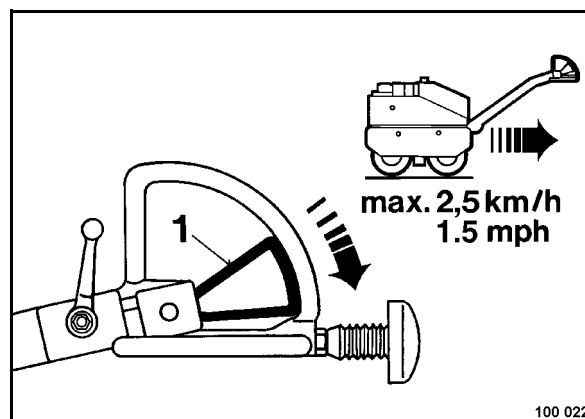

Рис. 39
- Медленно переместить рычаг (1) (Рис. 39) назад; машина плавно ускоряется назад.